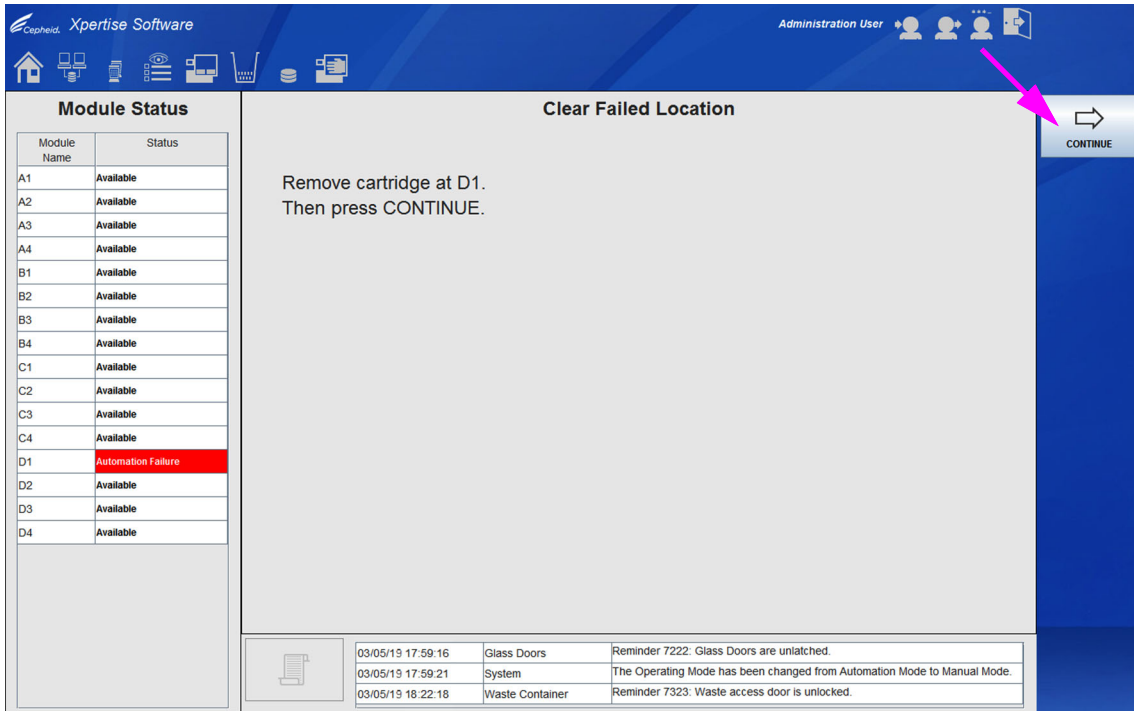

図 9-97. 故障場所のクリアワークスペース - 故障モジュールからのカートリッジの取り外し
故障した場所にカートリッジがある場合は、**カートリッジあり（HAS CARTRIDGE）** ボタンを選択します。システムは、サイトからカートリッジを取り外すように促し、次の選択場所に進みます。図 9-97 を参照。
8. モジュールからカートリッジを手動で取り外し、**続行（CONTINUE）** ボタンを選択して、故障が発生した場所をクリアします（図 9-97 を参照）。システムは次の選択場所に進みます。